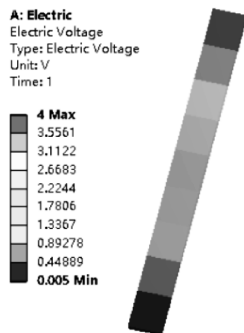

图 10-7 电压分布云图
- (1) 在 Mechanical 标准工具栏中单击  Solve 进行求解运算。
(2) 运算结束后，单击【Solution (A6)】→【Electric Voltage】显示电压分布云图，如图 10-7 所示。